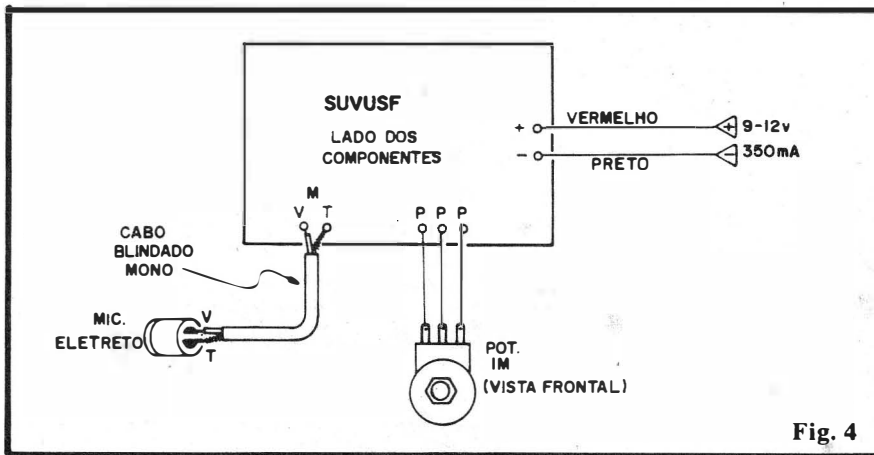

Fig. 4
Além dos componentes principais, **sobre** a placa, existem ainda as importantes conexões externas, detalhadas visualmente na fig. 4. Observar, na figura, a polaridade da alimentação (recomenda-se o "velho" código de fio **vermelho** para o **positivo** e fio **preto** para o **negativo**...), as conexões do potenciômetro e - principalmente - a identificação dos terminais do microfone de eletreto em relação aos fios "vivo" (V) e "terra" (T) do cabo blindado que o interliga à placa.